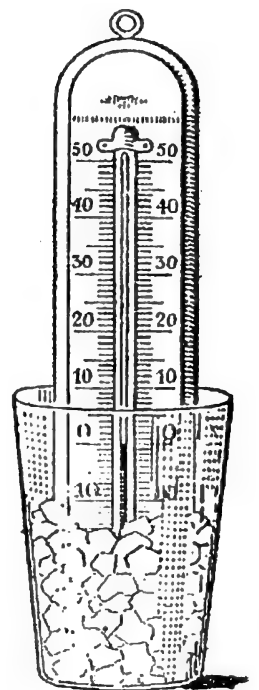

Fig. 7. — Dans la glace fondante, le thermomètre marque 0 degré.
**6. Le degré zéro.** — Si nous pouvons avoir de la neige ou de la glace, mettons-en dans un verre autour du réservoir du thermomètre (*fig. 7*). Bientôt de l'eau apparaît au fond du verre : la neige ou la glace fond. A ce moment le thermomètre indique *zéro degré*. *La température 0 degré est celle de la glace fondante.*